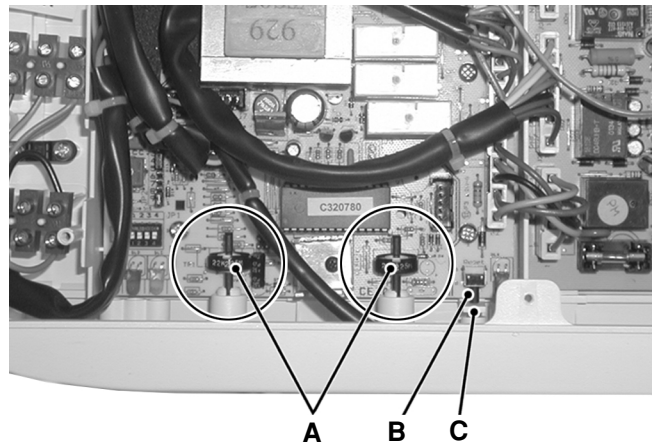

fig.12
- 7) Inserire le aste **A** (fig.12) di collegamento manopola potenziometro fino a quando la scanalatura è a filo del potenziometro. Non è necessario forzarla nella manopola.
- 8) Controllate quando fissate il circuito di controllo con le viti che il pulsante di ripristino caldaia **B** sia a contatto con quello del frontale del pannello comandi **C** (fig.12).